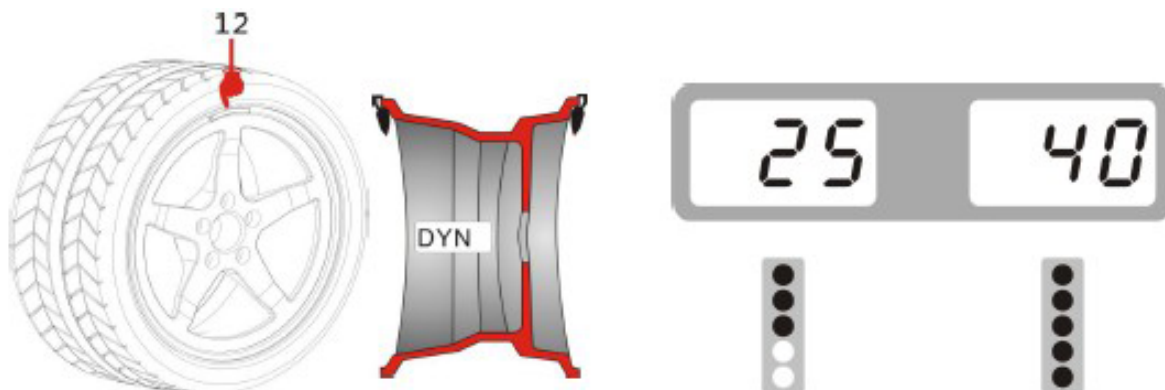

Рис. 3
4.1.6. Медленно вращайте колесо против часовой стрелки. Когда полностью загорятся светодиоды правого индикатора - это будет указывать на корректное угловое положение для установки противовесов с внешней стороны (12 часов). Закрепите противовес так, как показано на рис.3.